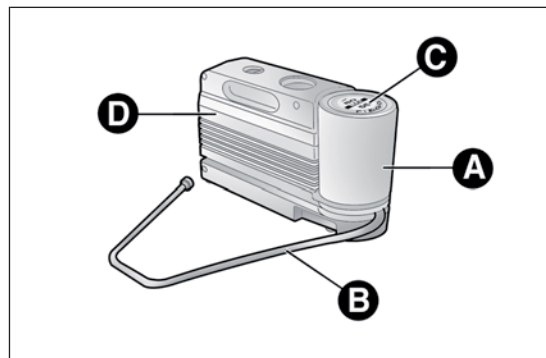

РИС. 128
- баллончик РИС. 128 с герметиком, к которому прилагается: трубка для заполнения В и наклейка С с надписью "max. 80 km/h" (макс. 80 км/час), которую после ремонта шины следует поместить на хорошо видимое место (на панели приборов);